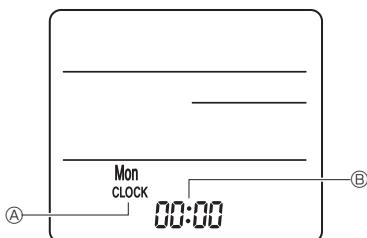

Fig. 7-10
- 3) Inställning (inställning av klockan) (Fig. 7-10)**